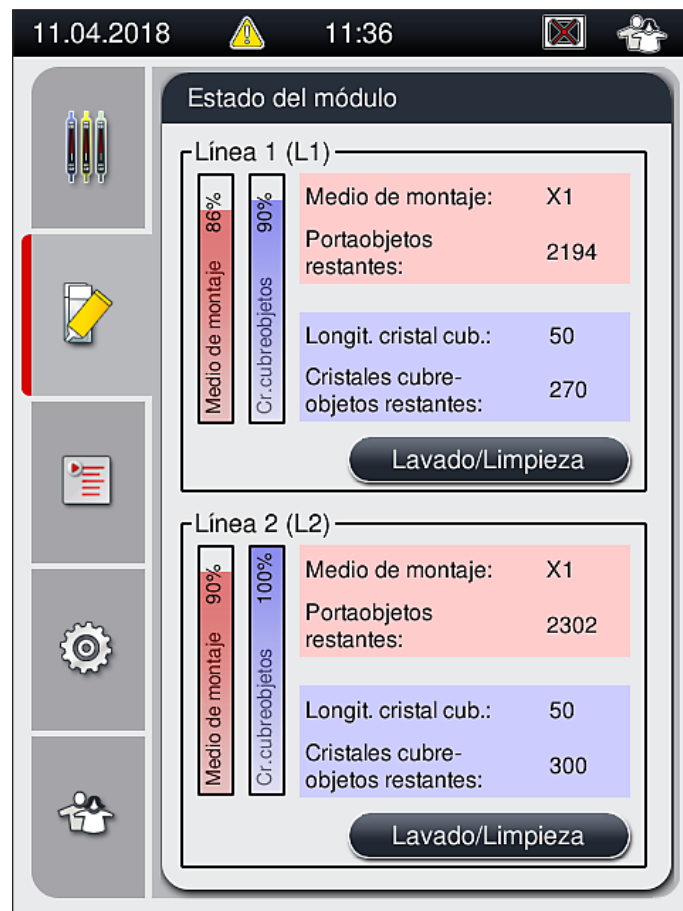

Fig. 53
10. El software del instrumento detecta las botellas de medio de montaje reinsertadas y se actualiza el Estado del módulo (→ Fig. 53).